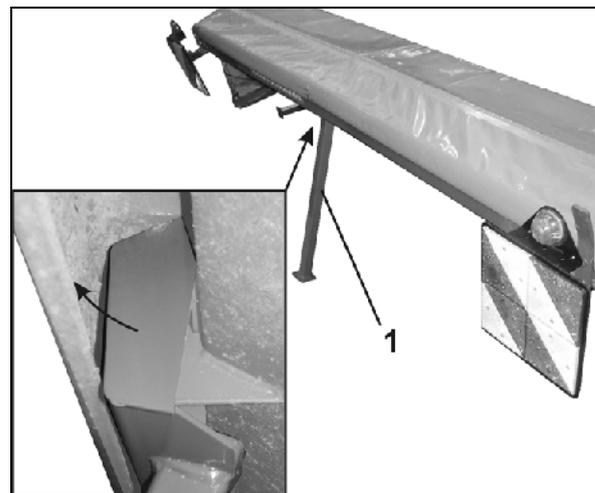

Fig. 14
6. Elevar o **C-Drill** com o dispositivo de elevação e baixar sobre uma superfície plana, de modo a que seja possível montar o apoio de descanso (Fig. 14/1).
Posicionar o apoio de descanso por trás da parede do depósito dianteira e puxar para a frente (Fig. 14).